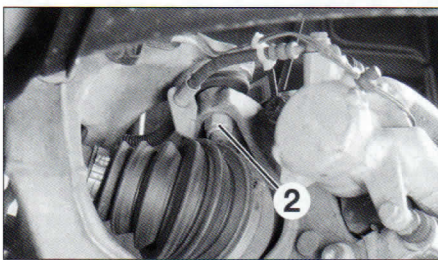

FIG. 8
- Desmontar la tuerca (2) (fig. 8) de rótula superior de mangueta.